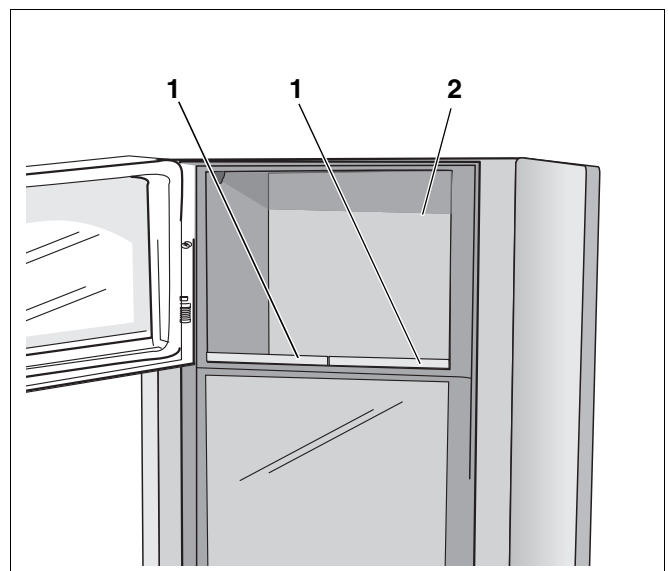

Abb. 19 Warmhaltefach/Warmhaltefachkacheln (blueline 5)
- Die zwei Warmhaltefachkacheln (Abb. 19, **Pos. 1**) ins Warmhaltefach (Abb. 19, **Pos. 2**) einlegen.